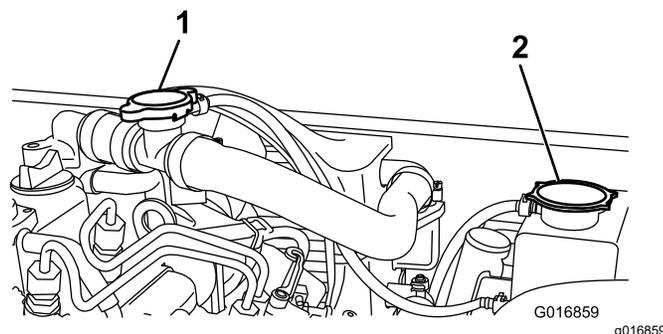

Рисунок 48
2. Снимите крышку расширительного бачка радиатора (Рисунок 48).
2. Снимите крышку заливной горловины (Рисунок 48) и залейте охлаждающую жидкость.
3. Установите крышку заливной горловины и снимите крышку расширительного бачка радиатора (Рисунок 48).